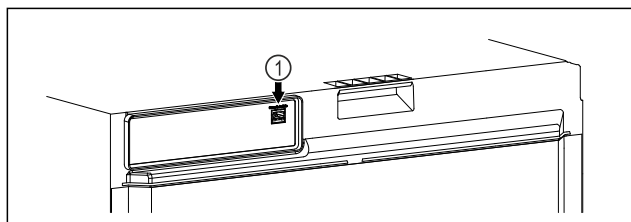

Fig. 105
- SmartModule Fig. 105 (1) je nasadený.